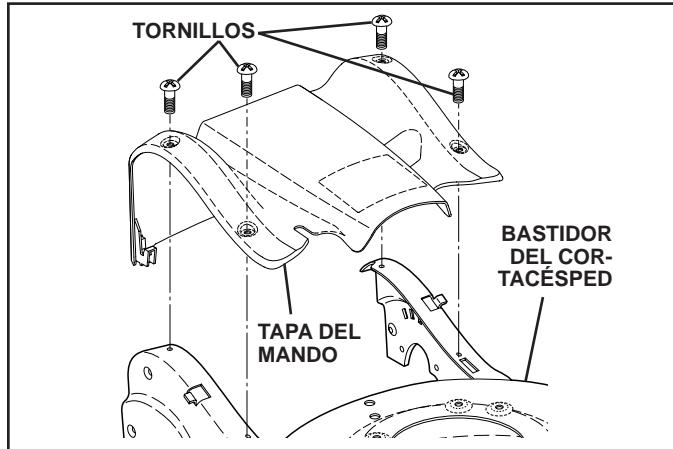

FIG. 16
2. Quitar los tornillos que sujetan la tapa del mando y quitar la tapa del mando del bastidor del cortacésped (Vea Fig. 16).
## PARA CAMBIAR LA CORREA DE IMPULSIÓN (Vea la Figs. 16–19)
- Volver a colocar la tapa del mando con los tornillos precedentemente quitados (Vea Fig. 16).